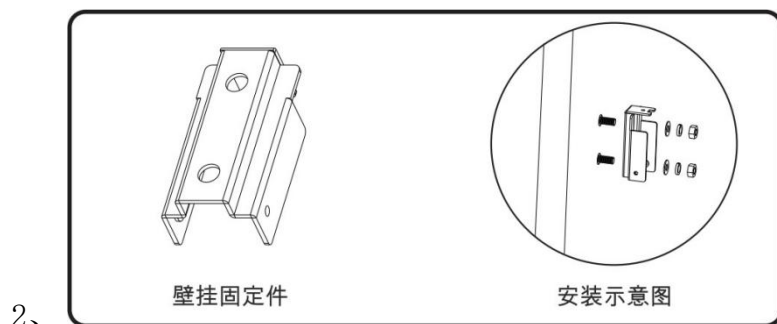

图1-1
- 1、 把固定件用膨胀螺丝或普通螺丝直接固定在墙上，方便后续设备套入固定，如图1-1